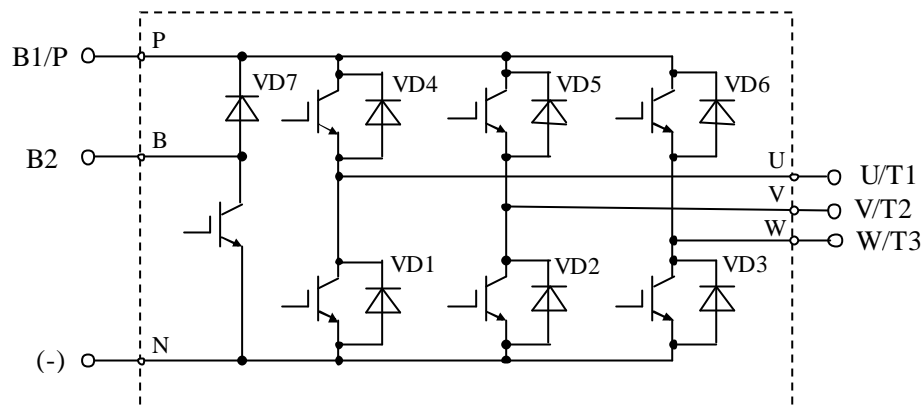

Рис.4.7
4.7.4. Проверить исправность защитного диода VD1 (рис.4.7): цепь «-» - «R/L1», как показано на рисунках 4.6а, 4.6б. При исправном модуле цепь звонится как «диод»: при прямой проводимости показания прибора 200 - 1000 (рис.4.6а), при обратной проводимости - «обрыв цепи» (рис.4.6б).
4.7.5. Аналогично п 4.7.4 проверить диоды VD2, VD3 (рис.4.7): цепи «-» - «S/L2» и «-» - «T/L3».
4.7.6. Аналогично п 4.7.4 проверить диоды VD4...VD6 (рис.4.7): цепи «R/L1» - «B1/P», «S/L2» - «B1/P», «T/L3» - «B1/P».
4.8.1. Электрическая принципиальная схема матрицы IGBT приведена на рис.4.7. (на схеме также показаны внешние силовые клеммы ПЧ).